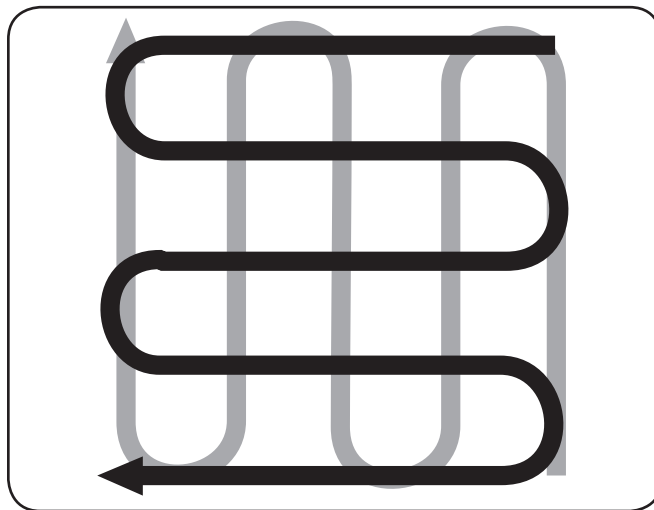

Figure 5-8
- Lorsque vous avez terminé de labourer dans un sens, effectuez un deuxième passage à un angle droit. Voir Figure 5-8. Chevauchez chaque passage pour de meilleurs résultats.